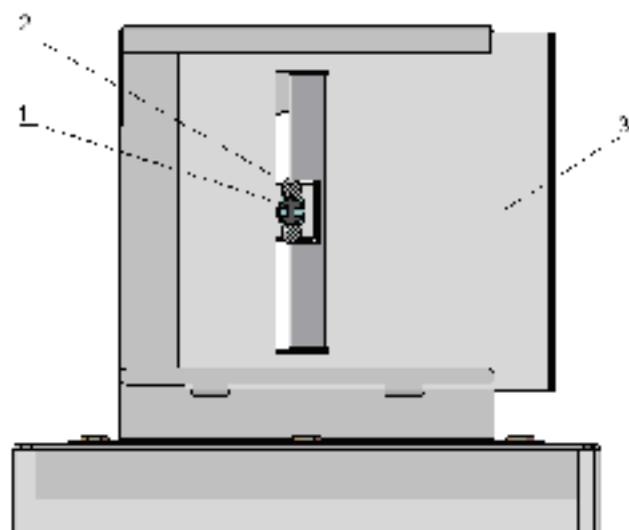
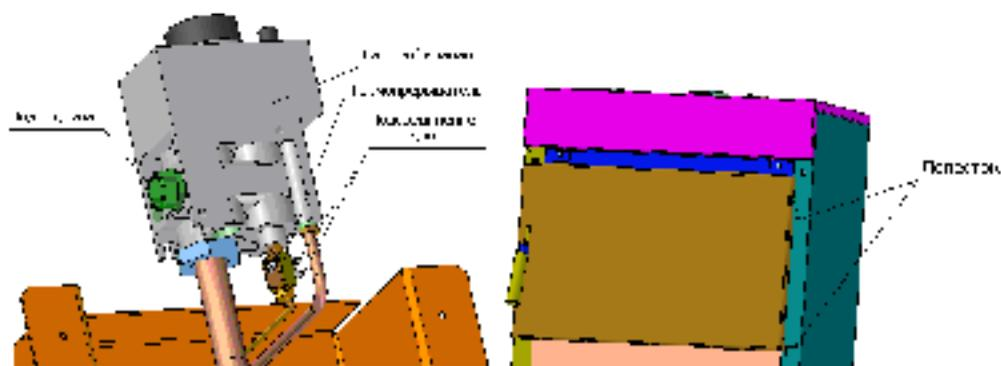

Рис. 16 Дымоход котлов КС-ТТ/ТТВ-12/16...; КС-ТТ/ТТВ-16/20...
Рис. 18 Места подсоединений
7.4 На дымоход котла необходимо установить термостат (датчик тяги из комплекта УГ) табл. 2 и рис. 16, 17.
На разъёмы терморезистора (рис. 18) подсоединить провода из комплекта УГТ (табл.2). Провода завести под лепестки (рис. 18) на правой боковине котла, провести через прорезы под крышку котла (крышку предварительно снять), вывести на заднюю стенку и подсоединить на выводы термостата (датчика тяги) рис. 16, 17.